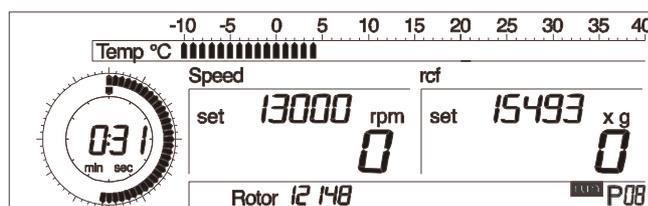

Fig. 5.20:
- Tournez le bouton rotatif gauche jusqu'à ce que « run » (marche) soit affiché (Fig. 5.20).